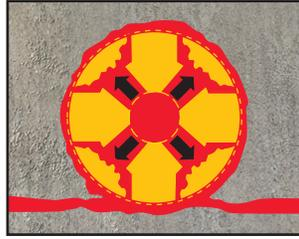

fig. 2
- La pression d'injection depuis l'intérieur des VT 1 et VT 2 comprime les bandes en néoprène et permet au matériau d'injection de sortir des valves longitudinales. Cela permet d'obtenir une décharge uniforme du matériau d'injection sur toute la longueur du tuyau et une capacité supérieure d'étanchéité. (fig. 2)